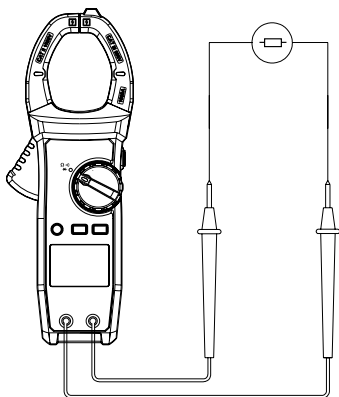

Рис.7. Проверка целостности
2) Установите переключатель на **•••**) и подсоедините щупы тестовых проводов к проверяемому элементу цепи (см. рис. 7). При значении сопротивления элемента цепи  $< 30$  Ом, цепь считается целостной, будет звучать непрерывный звуковой сигнал. Если сопротивление между контактами превышает 50 Ом, звукового сигнала нет, что говорит об обрыве.